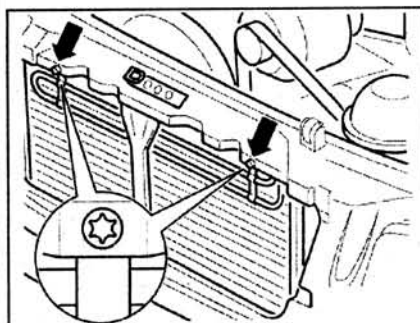

Рис. 2.17. Открутите болты (стрелки) и закрепите трубки гидропривода рулевого управления.
8. Открутите болты (стрелки) и закрепите трубки гидропривода рулевого управления (рис. 2.17).